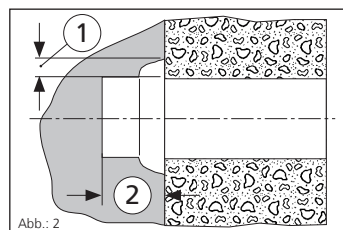

Abb.: 2
- Bei Gebäuden mit einer Abdichtung an der Gebäudeaußenwand, muss die Kernbohrung ca. 60 mm ins Erdreich überbohrt werden und zur Wandoberfläche hin ein etwa fingerbreiter, 30 mm umlaufender Hohlraum, ausgehöhlt werden (siehe Abb.: 2). Hierzu wird der abgewinkelte Schraubendreher verwendet (im Lieferumfang des Montagekoffers enthalten).
Legende zu Abb.: 2